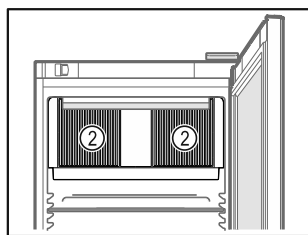

Fig. 81
- ❑ Lüftungsschlitze Fig. 81 (2) des Umluftgebläses im Innenraum freihalten.